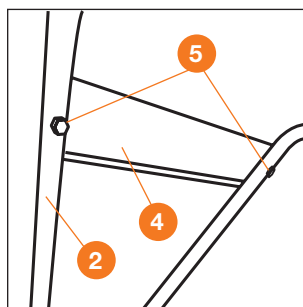

Рис. 19
- Установите переднюю панель **4** на рукоятки управления **2**, закрепите ее при помощи двух болтов и гаек **5** (Рис. 19).